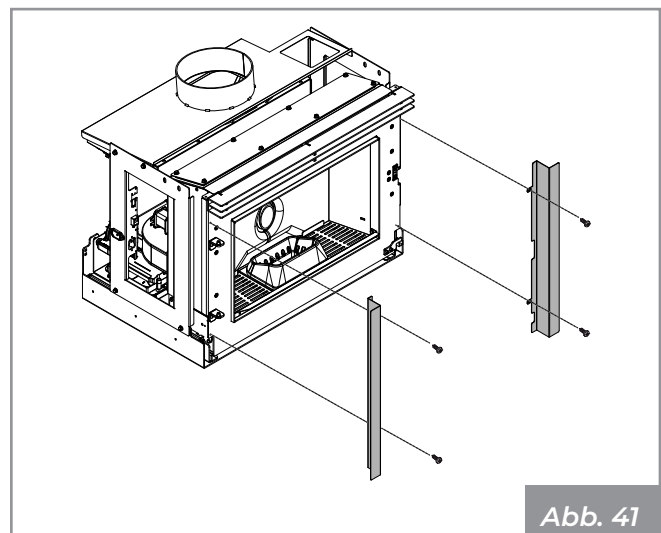

Abb. 41
- Seitliche Ausgleichsrahmen (**Abb. 41**)